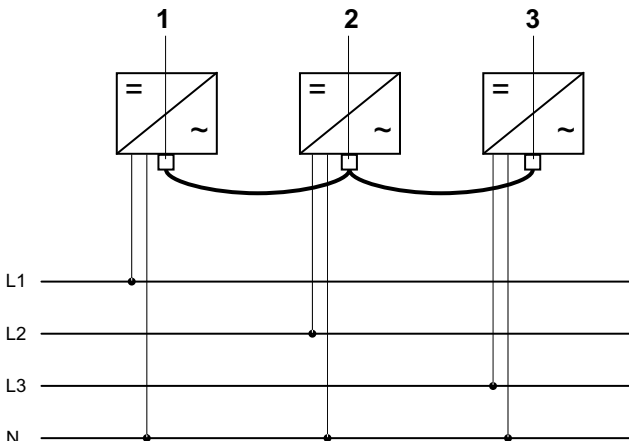

Abb. 1 Installationsschema
- Je ein PLATINUM Wechselrichter einer Gruppe ist auf eine der drei Phasen angeschlossen (siehe Abb. 1).